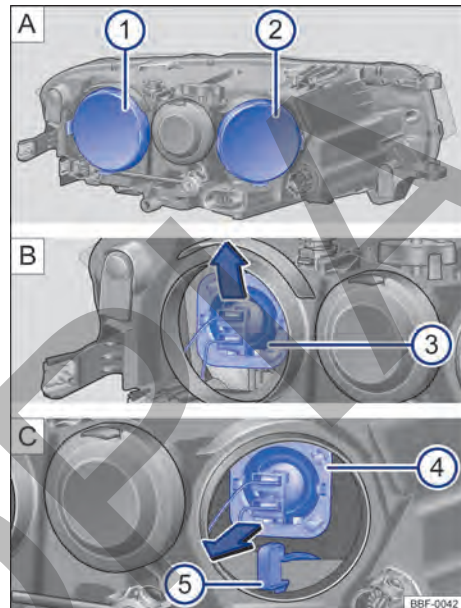

Fig. 204 En el compartimento del motor: ① farol bajo y ② farol alto y luz de posición.
③ Desmontar la respectiva cubierta de goma → fig. 204 A ① e ② en la parte trasera del faro.
④ **Luz de cruce:** presione la lámpara incandescente por el portalámparas hacia abajo hasta desengancharla → fig. 204 ③. Retirar la bombilla tirándola hacia atrás.
Luz de carretera: presione la lámpara incandescente por el portalámparas hacia arriba hasta desengancharla → fig. 204 ④. Retirar la bombilla tirándola hacia atrás.
Intermitentes: retire el portalámpara con la lámpara incandescente tirando de hacia atrás → fig. 204 ⑤.
⑤ Cambiar la bombilla quemada por una bombilla nueva del mismo modelo.
⑥ **Luz de cruce:** encajar la lámpara con el conector en la apertura del faro y presionarla hacia adentro hasta que se trabo firmemente → fig. 204 ③. La saliente de la bombilla debe estar orientada hacia arriba y se debe montar en el encaje del reflector del faro.
Luz de carretera: encajar la lámpara con el conector en la apertura del faro y presionarla hacia adentro hasta que se trabo firmemente → fig. 204 ④. La saliente de la bombilla debe estar orientada hacia abajo y se debe montar en el encaje del reflector del faro.
Intermitentes: insertar el portalámpara con la lámpara incandescente en el faro hasta el tope → fig. 204 ⑤
⑦ Montar la cubierta de goma correspondiente
⑧ Cerrar la tapa del compartimento del motor → pág. 285.
⑨ Después de montar la lámpara nueva, regular la intensidad del faro.